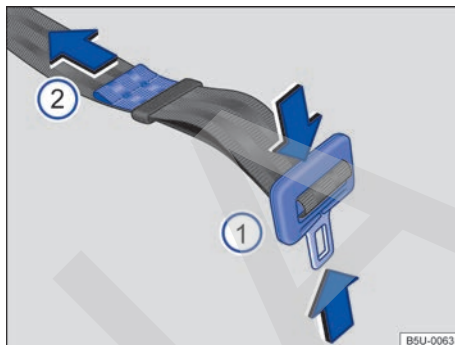

Fig. 47 Ajustar la banda del cinturón de seguridad subabdominal.
- Presionar la pestaña de encastre en el sentido de las flechas → fig. 47 ① y extender totalmente el cinturón de seguridad.
- ◀ – Apretar la pestaña de encastre contra el cierre del cinturón y tirar del extremo → fig. 47 ② en el sentido de la flecha, hasta alcanzar una holgura máxima de 5 cm (3 dedos) en la zona pélvica.